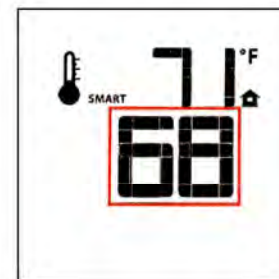

Figure 53. Réglage de température (mode Smart)
- Pour ajuster la température, appuyez sur les touches fléchées Haut et Bas, jusqu'à ce que le réglage de température désiré soit affiché. Fig. 53.